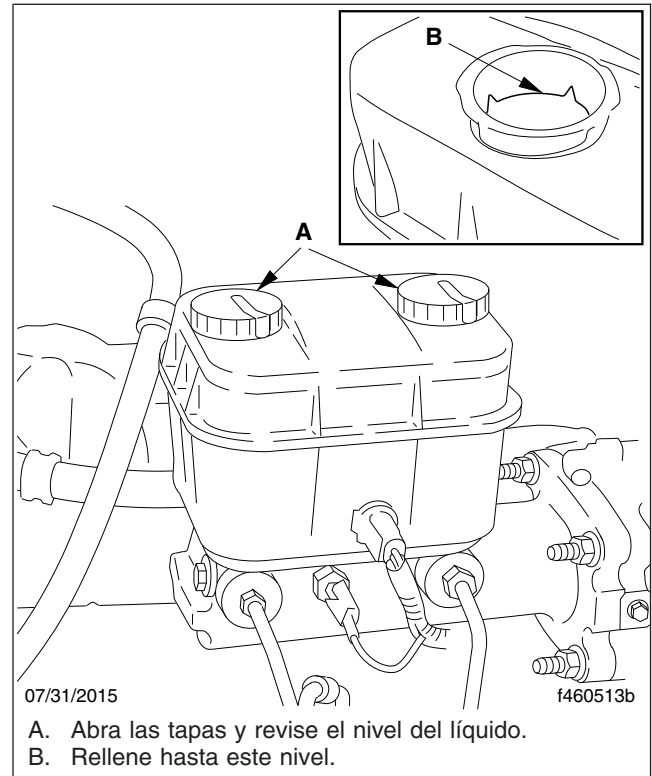

Figura 11.16, Depósito de frenos hidráulicos
3. Revise el depósito del freno hidráulico, si está equipado. Si es necesario, añada líquido para frenos DOT 3. Vea la **Figura 11.16**.